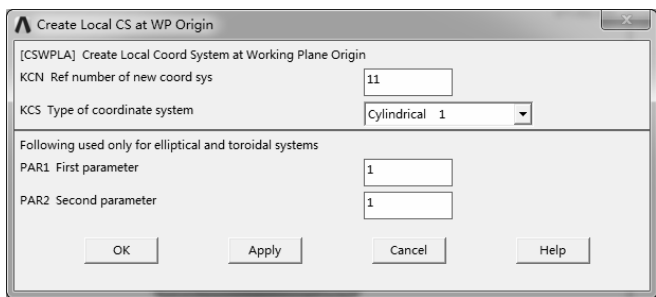

图 7-53 “Create Local CS at WP Origin” 对话框
3) 选择 “Utility Menu>WorkPlane>Local Coordinate Systems>Create Local CS>At WP Origin” 命令，弹出 “Create Local CS at WP Origin” 对话框，在 “Ref number of new coord sys” 文本框中输入 11，在 “Type of coordinate system” 下拉列表中选择 “Cylindrical 1”，单击 “OK” 按钮，创建柱坐标系，并将新坐标系定义为激活坐标系，如图 7-53 所示。